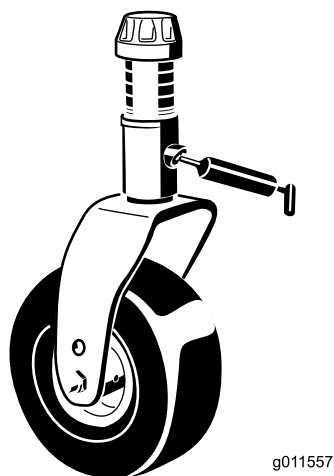

Figure 80
- 2 bagues d'axe de fourche de roue pivotante (Figure 80)